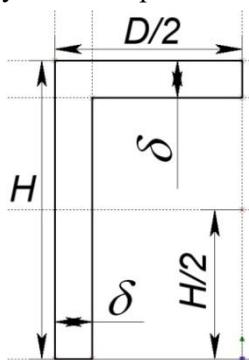

Рис. 2.5 – 3D профиль тела поршня
2.3.1 Создайте «3D деталь» и сохраните её в рабочую папку, например, как «лр2 Поршень». Выберите плоскость «Вид слева» и создайте на ней 3D-профиль, показанный на рис. 2.5, используя команду «Чертить» панели 3D Модель. На оси поршня разместите 3D узел . Нажмите правой кнопкой мыши на рабочем поле модели и в выпадающем меню выберите пункт «Завершить» .